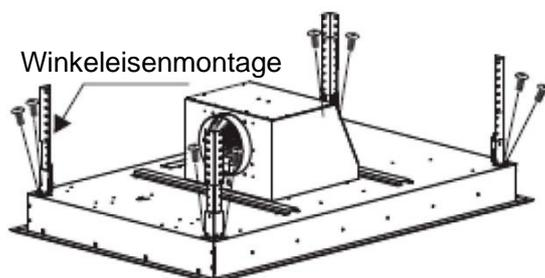
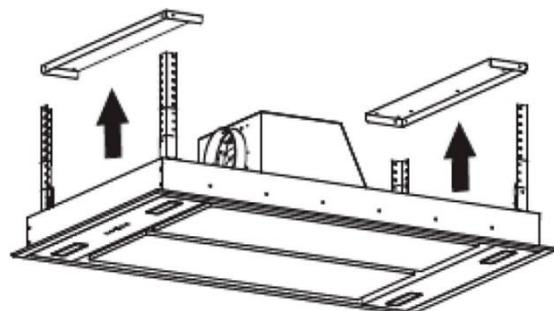

Abb. 10
Abb. 11
7. Befestigen Sie, wie in Abb. 10 gezeigt, die 4 verstellbaren Winkeleisen mithilfe von 8 M4*12mm Sechskantschrauben am Gehäuse, siehe Bild 11/12. Heben Sie das Gehäuse an und verwenden 8 M4*12mm Sechskantschrauben und M4 Muttern mit Dichtungen, um das Gehäuse an den 2 Aufhängeblechen zu befestigen; ziehen Sie das Verlängerungsrohr nach außen (Hinweis: Das Verlängerungsrohr muss fest am Gehäuse befestigt werden).